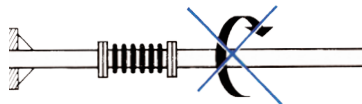

Fig. 1
- Éviter impérativement toute torsion pendant le montage et le fonctionnement (fig. 1).